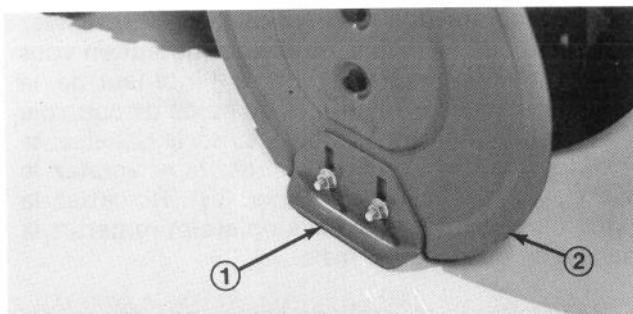

Figure 25
1. Disposez la déneigeuse sur une surface plane et de niveau. Desserrez ensuite les quatre écrous à colerette (Fig. 25) fixant les deux patins aux plaques latérales du logement de tarière. Les patins doivent pouvoir coulisser vers le haut et vers le bas.